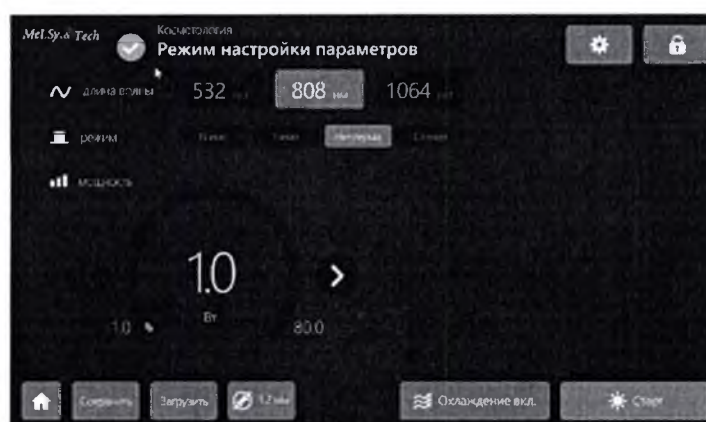

Рис. 3.37 – Основное меню программы для длины волны 808 нм
3.7.2.4 Для режима 808 нм доступны (рис. 3.37).